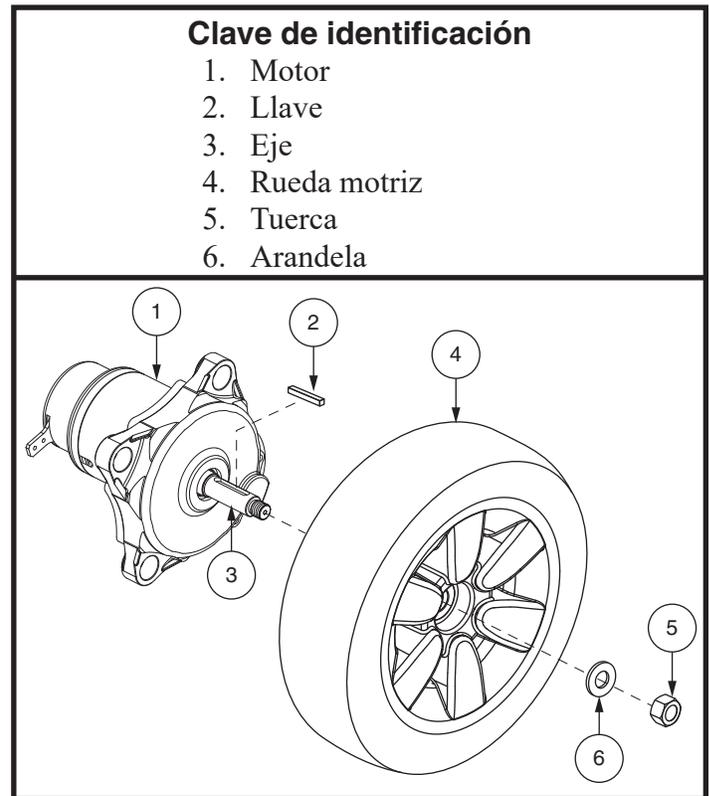

Figura 18. Rueda motriz desmontada
6. Retire la tuerca de la rueda motriz del cubo. **Ver figura 18.**
7. Retire la rueda motriz de su eje. Asegúrese de tener la llave. **Ver figura 18.**
12. Coloque de nuevo la tuerca de la rueda en el cubo y apriete. **Ver figura 18.**